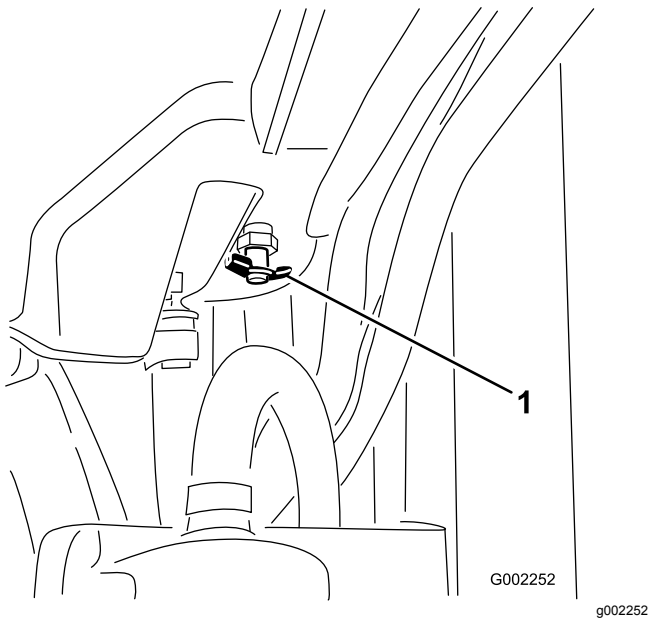

Figura 86
4. Abra la válvula de vaciado y deje que el refrigerante se drene en el recipiente (Figura 86).
5. Cierre la válvula de vaciado (Figura 86).